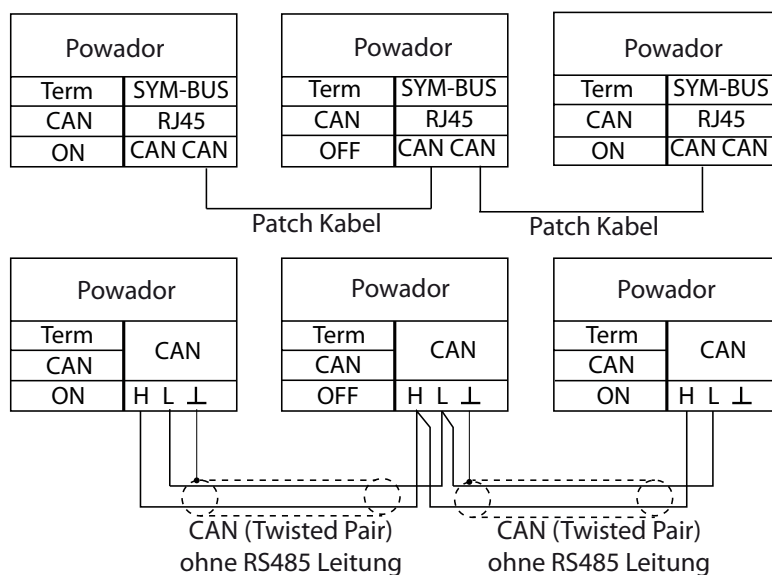

Bild 21: Anschlussplan Sym-Bus in Dreiergruppe
Bei der Verwendung eines Patch-Kabels mit RJ45-Stecker wird gleichzeitig eine RS485-Verbindung hergestellt, die für eine proLOG-Verbindung erforderlich ist (Bild 21 auf Seite 29).
- GND mit GND (siehe Bild 21 auf Seite 29)